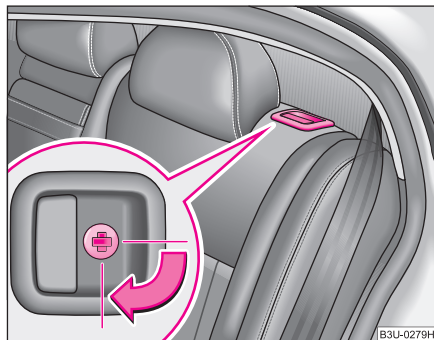

Fig. 72 Blocarea butonului de deblocare
- Butoanele de deblocare se blochează rotind spre dreapta fanta din încuietore, cu cheia principală ⇒ fig. 72.